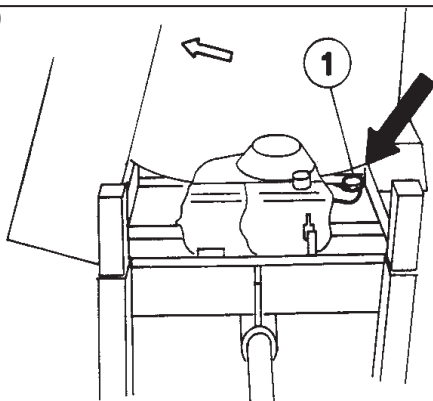

Fig.11
11.1 REGULACION DEL FINAL DE CARRERA LA CUBA (REF FIG. 11)